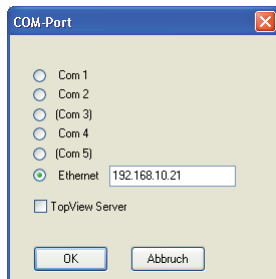

Abb. 9.2:
- (Rechner ohne RS-485) Wählen Sie an dem Rechner, der über das Ethernet auf das RS-485 Bus-Netzwerk zugreifen soll, die Option „Ethernet“ aus und geben Sie ins freiefeld die TCP/IP Adresse des anderen PCs ein (siehe Abb. 9.2).